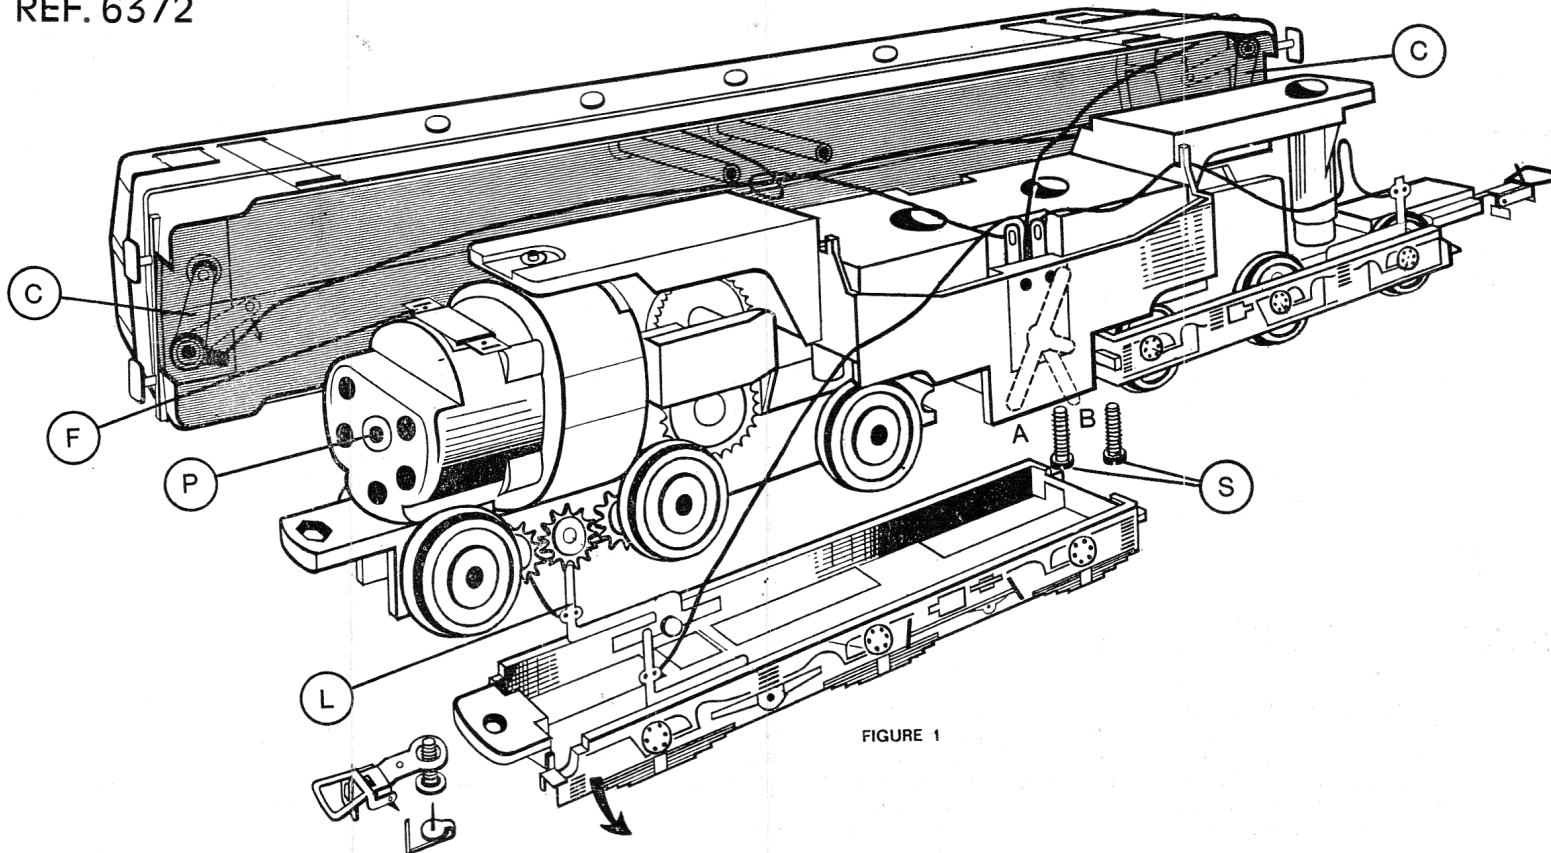

FIGURE 1
La locomotive est graissée en usine lors de son montage ; toutefois si la locomotive restait sans fonctionner pendant une longue période, il serait indiqué de déposer une goutte d'huile fine (employez l'huile « Hornby achO », réf. : 7880), sur les parties tournantes : axes d'essieux, axes d'engrenages et en particulier sur les paliers d'axes d'induit du moteur au point P (fig. 1) de chaque côté du moteur.
- Retournez la locomotive afin de permettre l'accès des deux vis (S) (fig. 1), situées sous le châssis.
- Dégager les deux lames de contact « L » des fentes des deux pattes de contact « F » du porte-balais, en levant celles-ci avec l'ongle. Les deux lames « L », ainsi libérées s'écartent d'elles-mêmes et prennent la position représentée sur la figure 1.
En maintenant le bogie par le moteur, faire pivoter légèrement le décor côté attelage vers le bas (voir flèche, fig. 1), puis pousser le cadre vers l'arrière du bogie afin de le libérer.
Faites pivoter avec l'ongle la lame de contact « C » afin de démasquer le culot de la lampe (fig. 1). Retirer la lampe et l'œillet porte-lampe de leur logement, à l'aide, s'il y a lieu, de la pointe d'une épingle.
Pour alimenter le moteur de la locomotive par rails, placez le contact inverseur situé au centre et au-dessous de la carrosserie en position « A », c'est-à-dire vers le bogie moteur (fig. 1).